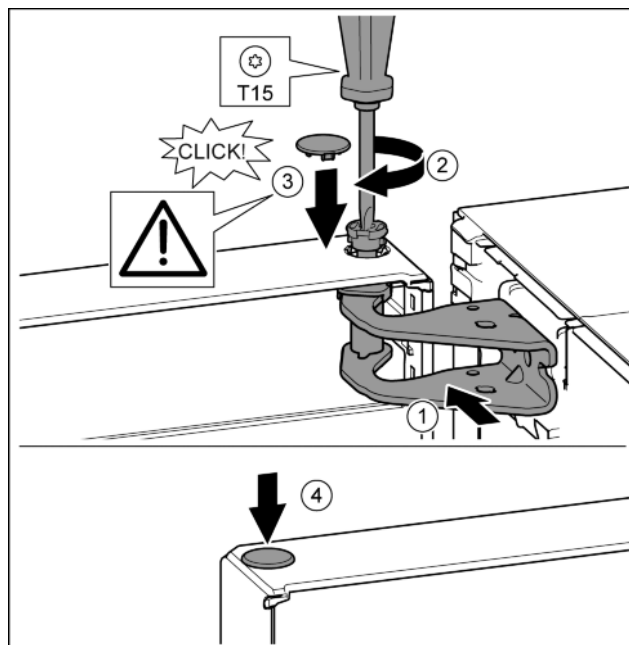

Fig. 24
- Poravnajte gornja vrata prema otvoru u podlošku ležaja. Fig. 24 (1)
- Umetnite svornjak i zavijte odvijačem T15. Fig. 24 (2)
- Montirajte sigurnosni pokrov radi osiguranja vrata: Umetnite sigurnosni pokrov i provjerite naliježe li na vrata. U protivnom u potpunosti umetnite svornjake. Fig. 24 (3)
- Umetnite čep. Fig. 24 (4)